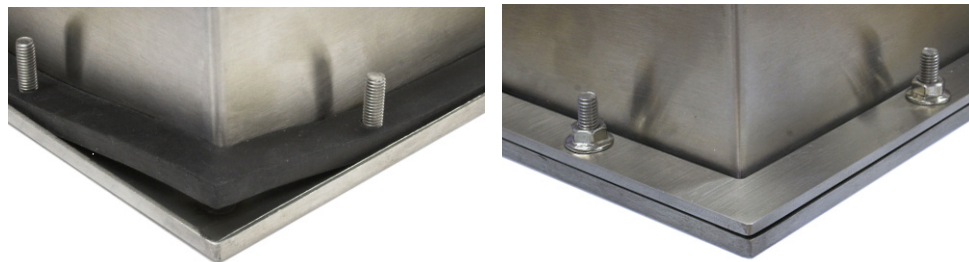

Figura 2-6: Junta no gabinete (esquerda) e placa de fundo (direita)
2. Solte e remova as oito porcas de rebordo de 8 mm fixando a placa de fundo ao gabinete. A junta deve permanecer na posição do terminal. A Figura 2-6 mostra duas imagens do gabinete, uma com a placa de fundo removida para mostrar a junta e a outra com uma placa de fundo instalada.